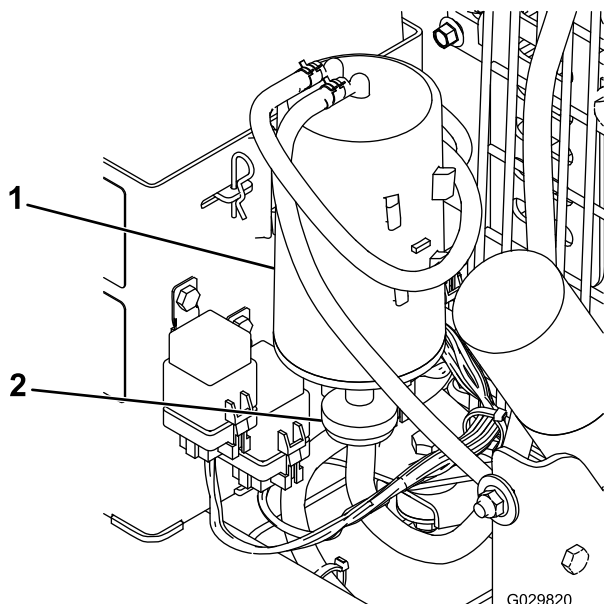

Рисунок 13
2. Снимите и удалите в отходы воздушный фильтр с угольным элементом (Рисунок 13).